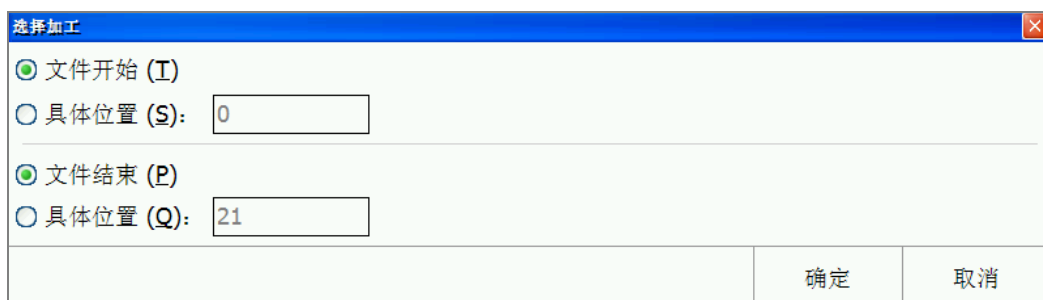

图 7-2 选择加工
1. <状态> →<A 坐标-自动> →< F2 选择加工> （弹出图 7-2 对话框）。